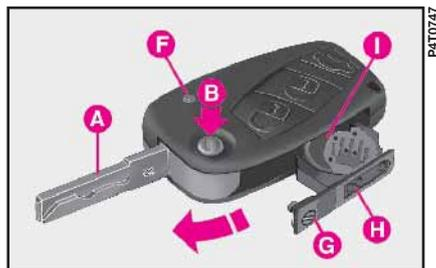

fig. 7
- premere il pulsante **B** (fig. 7) e portare l'inserto metallico **A** in posizione di apertura;